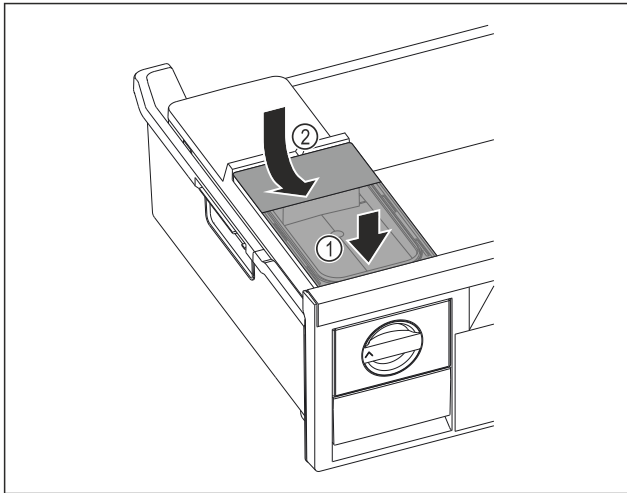

Fig. 152
- ▶ Установите бак для воды спереди. Fig. 152 (1)
- ▶ Опустить бак для воды сзади. Fig. 152 (2)